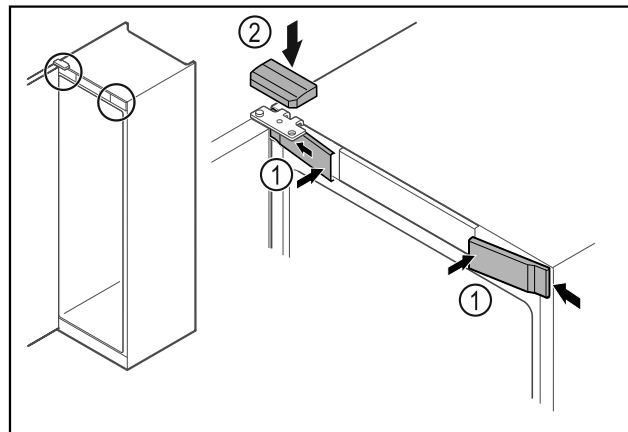

Fig. 62
- ▶ Obesite sprednje pokrove Fig. 62 (1) na stran in jih zaskočite.
- ▶ Zgornji pokrov Fig. 62 (2) namestite z zgornje strani.